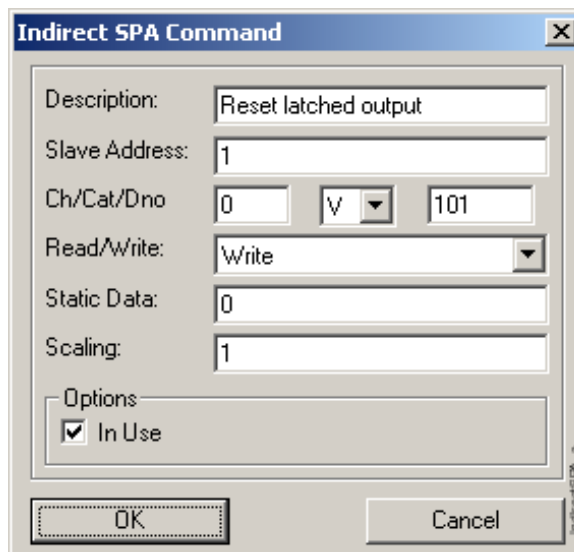

Bild 5.4.8.5.-1 Dialog für Indirekte SPA-Nachricht
2. Ein Dialog wird geöffnet, indem Sie die Einstellungen des spezifischen Signals modifizieren können, sehen Sie Bild 5.4.8.5.-1. Die Felder, die Sie nicht konfigurieren können, sind gedämpft.